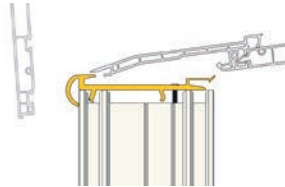

Bild 04
Schritt 2: Setzen Sie den Rollladenkasten leicht geneigt auf das Klipsprofil auf und rasten Sie ihn durch leichte Schläge auf die Innenseite des Rollladenkastens (Gummihammer) auf (Bild 04 - 06).